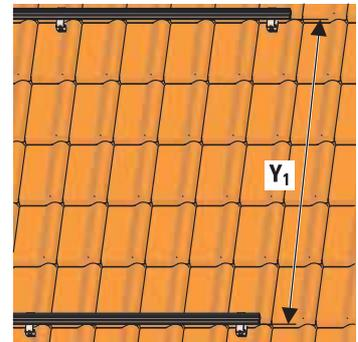

Figura 3-16 Montaggio delle guide profilate superiori (per la misura vedere Tab. 3-2)
16. Montare la guida profilata di montaggio superiore con una distanza pari alla misura Y_1 dalla guida inferiore (Figura 3-16) (sequenza di montaggio analoga a quella della guida profilata inferiore). Fare in modo che la guida profilata superiore, combinata con quella inferiore e la regolazione dell'altezza, formi una superficie parallela rispetto al supporto dei collettori piani.